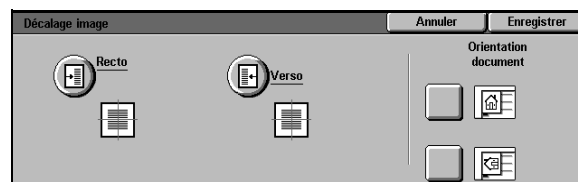

Figure 19 : Écran Décalage image
- 1 Appuyez sur **Décalage image** dans l'onglet Autres fonctions afin d'accéder à l'écran correspondant (voir la figure 19).